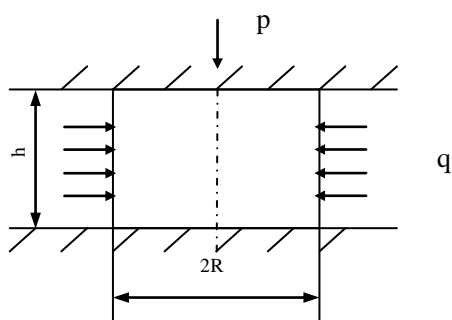

图2 圆柱体锻粗问题
- 5 试述主应力法求解塑性加工问题的特点。如图 2 所示，已知：1) 侧向均布载荷 $q=\frac{1}{3}\sigma_s$ ；
2) 接触面上的摩擦切应力 $\tau_f=\frac{1}{2}\sigma_s$ 。试求如图 2 所示的圆柱体压缩时的单位压力 $p$ 。